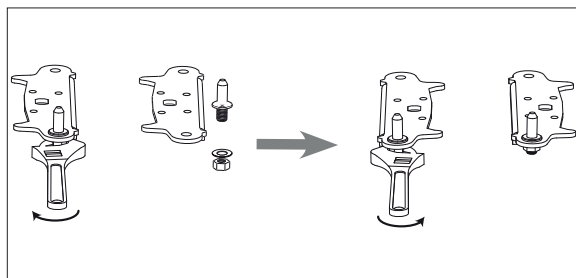

Fig. 13
- ▶ Fjern tappet for det nederste hængsel (fig. 13) med en 10" skruenøgle, og drej tappet i igen på den anden side.